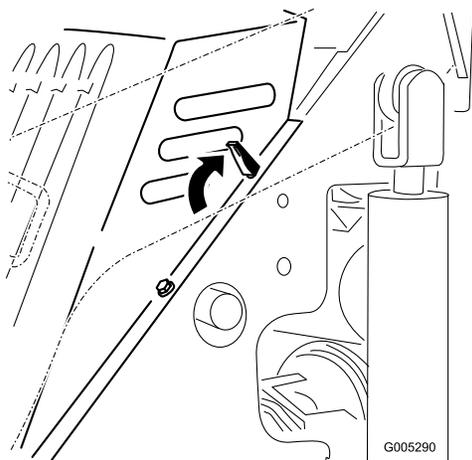

Рисунок 17
3. Освободите четыре фиксирующих лепестка (Рисунок 17 показан верхний левый лепесток).
1. Поместите капот на раму тягового блока так, чтобы штыри капота вошли в отверстия рамы (Рисунок 17).
2. Закрепите капот, задвинув фиксирующие лепестки вперед и вниз (Рисунок 17)